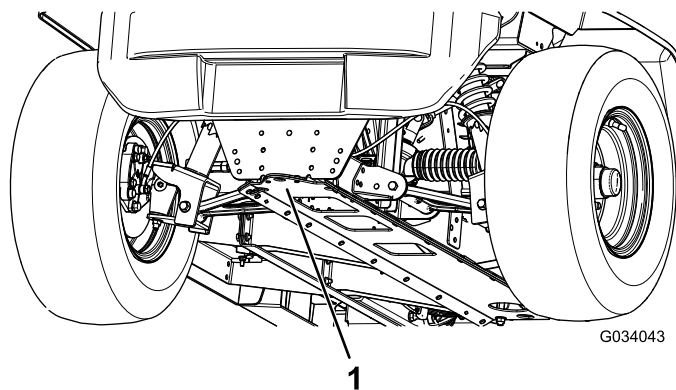

Figura 23
- Punctul de ridicare din partea din față a mainii este situat sub partea din față a cadrului, în spatele cârligului de tractare (Figura 23).